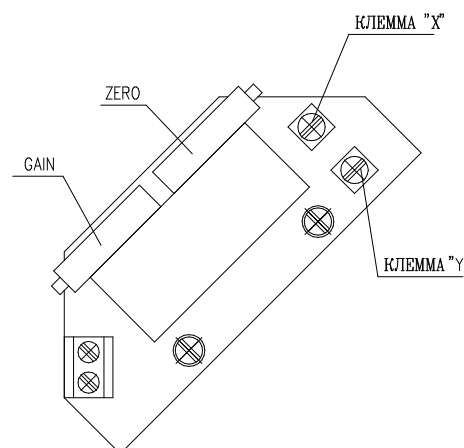

Рис. 6
EPV - 2-проводниковое включение (рис.6)
- Установте омический датчик на основании инструкций в предыдущей главе так, что омическую величину измеряйте на клеммах X-Y (рис.6). (употреблен датчик с омической величиной 100W)
- Поворачиванием устанавливающего триммера ZERO (рис.6) установите величину выходного сигнала тока, измеряемого на клеммах 81-82, на величину 4 мА.
- Поворачиванием устанавливающего триммера GAIN (рис.6) установите величину выходного сигнала тока, измеряемого на клеммах 81-82, на величину 20 мА.